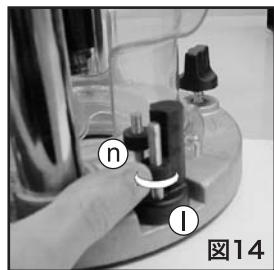

図14
2. トップポストのスケールを使って、必要な切削深さにホイール⑮を回して合わせます。(図14参照)